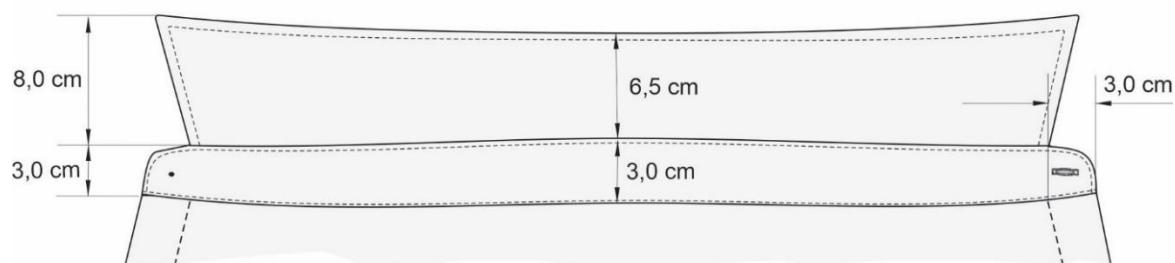

Figura 8 – Detalhes da gola e pé de gola (tolerância $\pm 0,5$ cm)
4.1.4 Gola da camisa social **feminina** em modelo esporte, medindo 6,5 cm de altura no centro e 8,0 cm nas extremidades. Gola com entretela termocolante em tecido 100% algodão com 178 g/m² ($\pm 5\%$), de acabamento macio, tendo adesivo do tipo polietileno ou polietileno de alta densidade (ver figura 8 e 10).